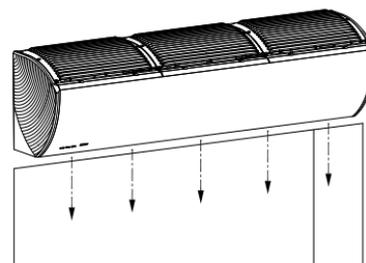

Imagen 4: Encendido
4. Encendido: Encienda y ejecute la cortina de aire (imagen 4).